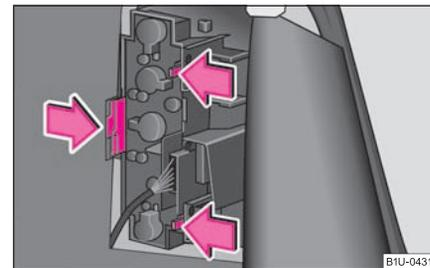

Fig. 185 Coffre à bagages: Support d'ampoule
- Poussez les ergots de blocage dans le sens de la flèche ⇒ page 205, fig. 185 et retirez le support d'ampoules.